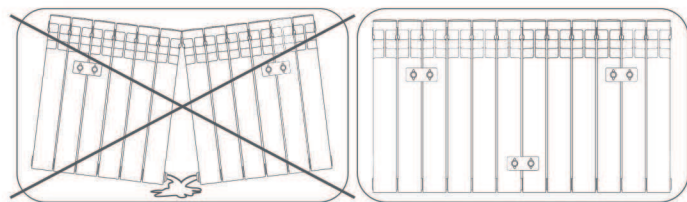

Рис. 2
**Монтаж радиатора на стену (рис. 2)**